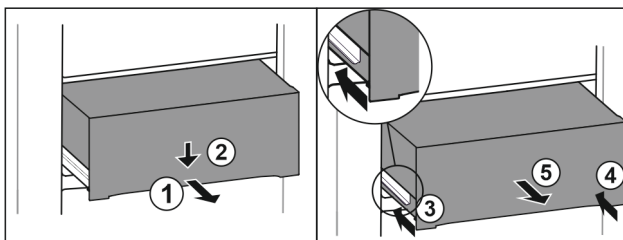

Fig. 151
- ▶ Витягніть ящик на половину. Fig. 151 (1)
- ▶ Спрямуйте висувний ящик вниз спереду. Fig. 151 (2)
- ▶ Вставте ліву рейку приблизно на 2 см. Fig. 151 (3)
- ▶ Вставте праву рейку приблизно на 2 см. Fig. 151 (4)
- ▶ Вийняти висувний ящик рухом вперед. Fig. 151 (5)